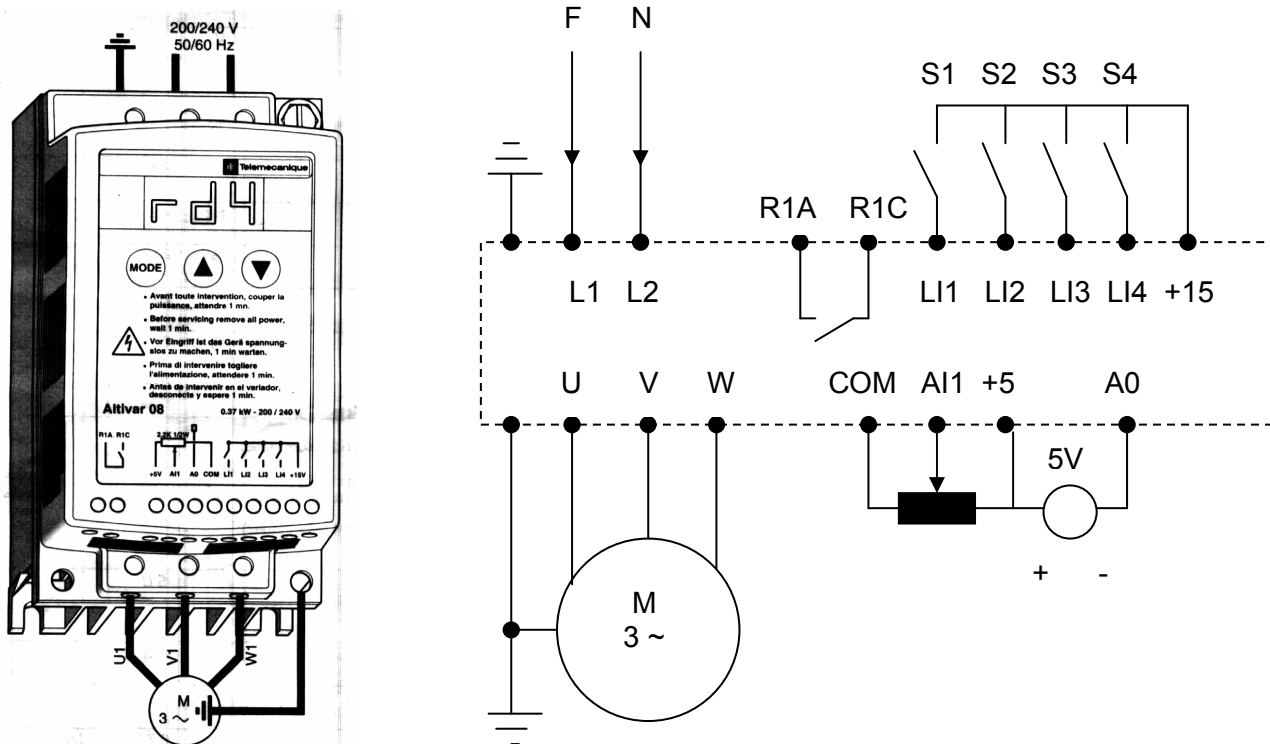

Fig. 09
- Fazer as ligações de acordo com o esquema da Fig.09.